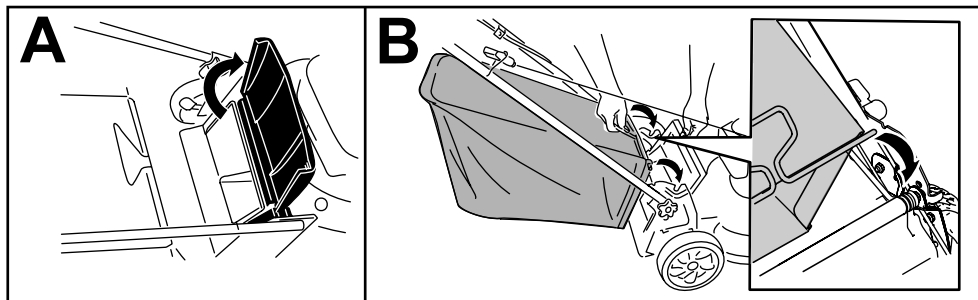

Figura 14
1. Ridică și menține ridicat deflectorul spate (A din Figura 14).
2. Instalează sacul pentru iarbă, având grijă ca tifturile de pe sac să rămână în canelurile de pe mâner (B din Figura 14).